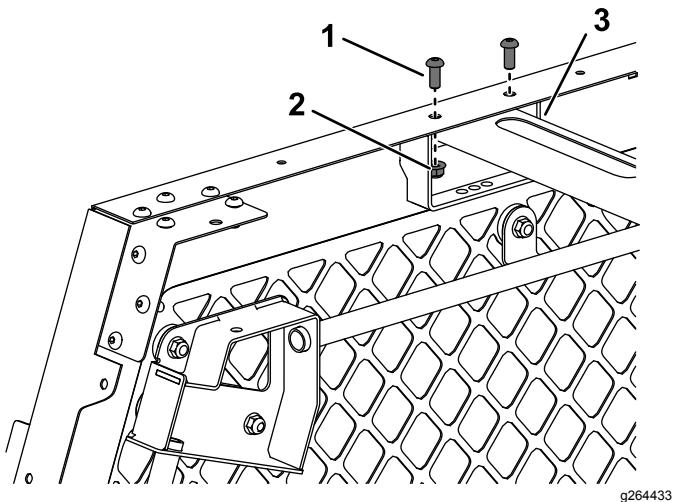

Figura 13
- Instale cada lado del soporte de montaje con 2 tornillos de cabeza de botón (5/16" x 3/4") y 2 tuercas con arandela prensada (5/16"); consulte la Figura 13.